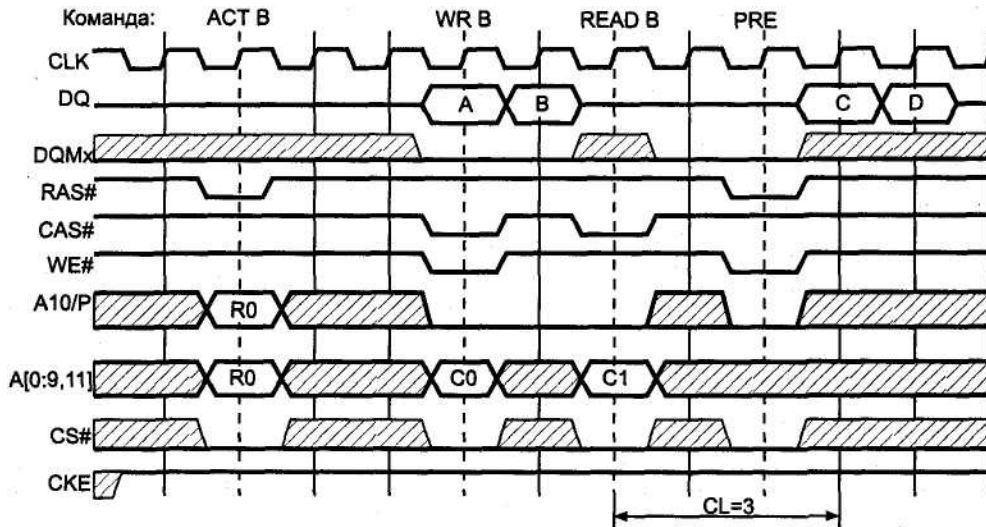

Рис. 7.6. Временные диаграммы пакетных циклов SDRAM: A и B — данные для записи по адресу RO/CO и RO/CO+1, C и D — данные, считанные по адресу RO/C1 и RO/C1 +1
Данные для первой передачи пакета записи устанавливаются вместе с командой WR. Данные для остальных передач пакета передаются в следующих тактах. Первые данные пакета чтения появляются на шине через определенное количество тактов после команды. Это число, называемое *CAS Latency (CL)*, определяется временем доступа T_{CAC} тактовой частотой. Остальные данные пакета выдаются в последующих тактах. Временные диаграммы работы SDRAM приведены на рис. 7.6. Здесь показана команда записи WR, за которой следует команда чтения RD из той же страницы, предварительно открытой командой ACT. Далее страница закрывается командой PRE. Длина пакета 2, CL - 3.